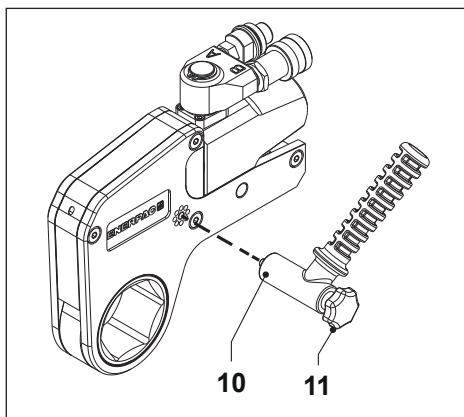

Fig. 3
3.2 Fijar la palanca de posicionamiento (Fig. 3)
- Fije la palanca de posicionamiento (10) con el tornillo moleteado (11). La palanca de posicionamiento se puede montar en ambos lados de la llave.